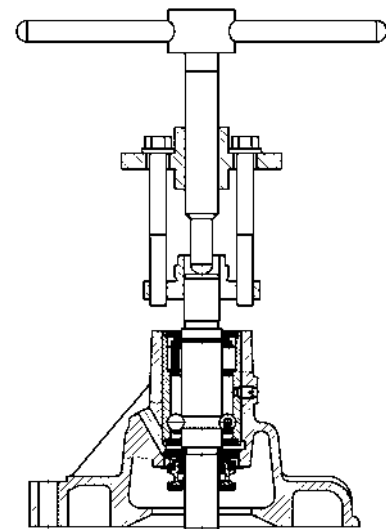

Abb. 90. Ausbau der Nabe
- Entfernen Sie mit einem Spezialwerkzeug die Nabe der Pumpenriemenscheibe (Abb. 90);